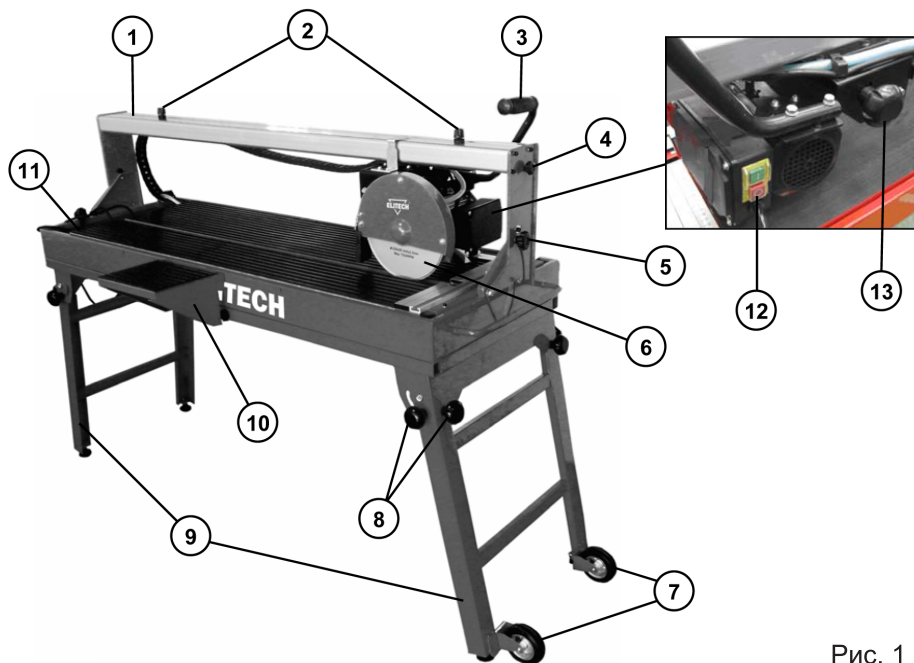

Рис. 1
2. Ослабьте винт фиксации глубины реза (Рис. 1, поз. 13)